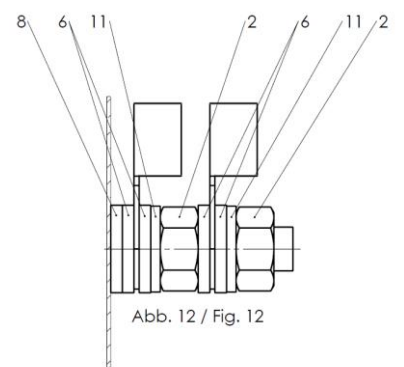

Abb. 12 / Fig. 12
- Das Gehäuse ist an dem zentralen Schutzleiterpunkt in der Bodenwanne, gekennzeichnet mit dem Schutzleitersymbol, gemäß Abb. 12 zu erden. Anschluss des Schutzleiters gemäß Abschnitt 5.3
- The housing must be grounded at the central protective conductor point in the lower part of the housing, marked with the protective conductor symbol, as shown in Fig. 12. Connection of the protective conductor according to section 5.3